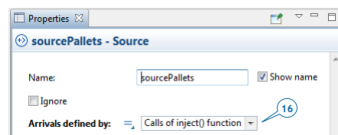

Рисунок 13.8 – Надходження, визначені списком
16. В області властивостей блока *sourcePallets* у списку «Прибуття визначено» клацніть на «Виклики функції inject()» (рис. 13.8).